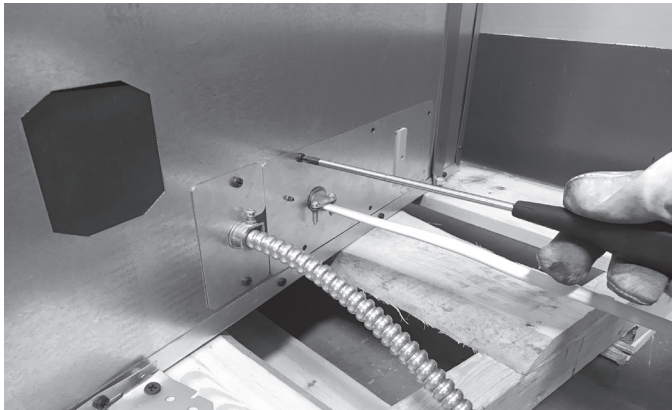

Figure 8.4 Démontage de la boîte de jonction
- Retirez les (6) vis qui fixent l'ensemble de boîte de jonction au boîtier extérieur. Tirez sur l'ensemble de la boîte de jonction pour la désengager au boîtier extérieur. Voir les figures 8.4 et 8.5.